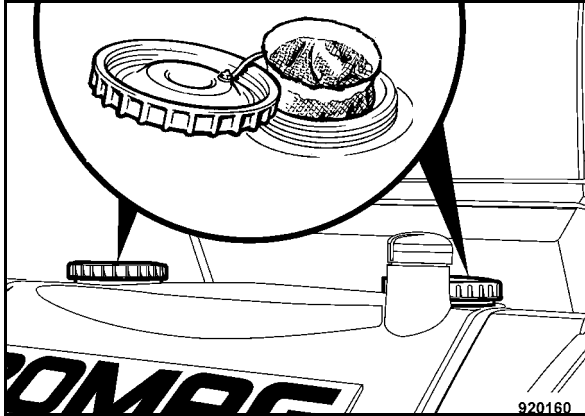

Fig. 201
- Svitare entrambi i coperchi dei serbatoi dell'acqua (Fig. 201), estrarre le reticelle di riempimento e pulirle.